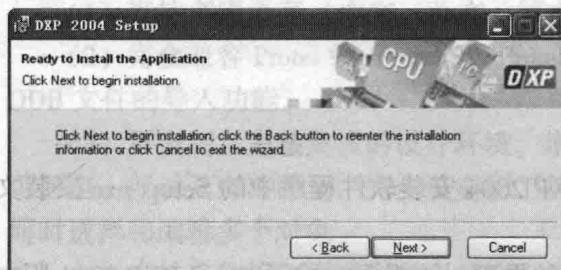

图 1.5 系统提示准备进行安装
(5) 单击“Next”按钮，出现如图 1.5 所示的界面。系统提示准备进行安装。如果用户需要修改安装配置，则可以单击“Back”按钮，重新进行安装配置。